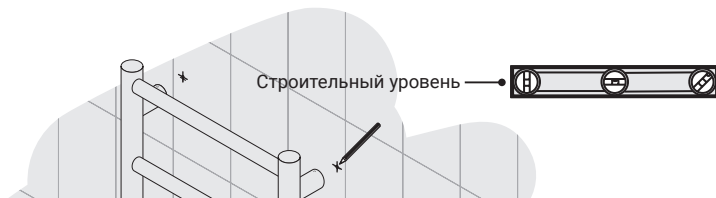
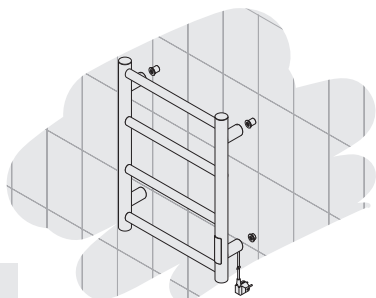
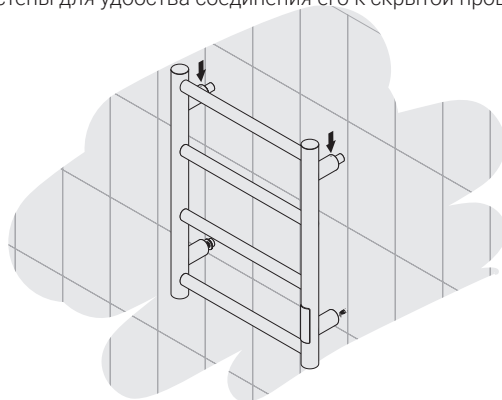

Рис. 1
Рис. 2
Рис.12
4.1.2. Произвести «**примерочный**» монтаж полотенцесушителя. Для точной разметки точек крепежа рекомендуется использовать строительный уровень (рис. 1).
4.1.3. Сделать метки на стене (рис. 1). При установке полотенцесушителя с сетевым шнуром используются четыре точки крепления (рис. 2).
- 4.3.3. Произвести «**примерочный**» монтаж полотенцесушителя. Для точной разметки точек крепежа рекомендуется использовать строительный уровень (см. рис. 1).
- 4.3.4. Сделать метки на стене (см. рис. 1). При монтаже через скрытую проводку используются три точки крепления. В месте четвёртого крепления рассчитывается вывод кабеля из стены (рис. 12).
- 4.3.6. Произвести «**черновой**» монтаж полотенцесушителя, используя стопорные винты в верхних креплениях (рис. 12). Длинные шайбы скрытого крепления позволяют при установке отодвинуть полотенцесушитель от стены для удобства соединения его к скрытой проводке.